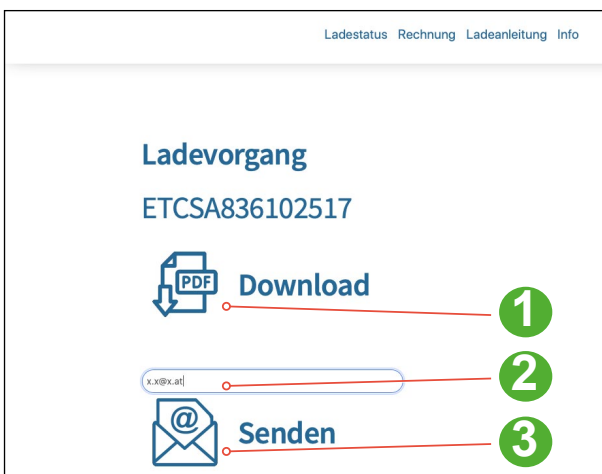

Abb. 47: Beleg Download
- 7. Den Beleg des Ladevorgang "**downloaden**" oder per email versenden: siehe Abb. 47.
- Für den Download auf das Icon klicken: siehe **1** bei Abb. 47.
- Die email in das Feld **2** eintragen und auf das Icon klicken: siehe **3** bei Abb. 47.
- Die angezeigten Daten müssten mit den Daten aus dem Beleg (siehe Abb. 47 auf Seite 45) übereinstimmen.